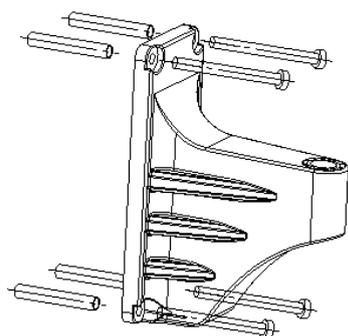

Fig.1
4. Fixe o suporte por quatro parafusos auto-roscantes de acordo a figura (Fig.1).